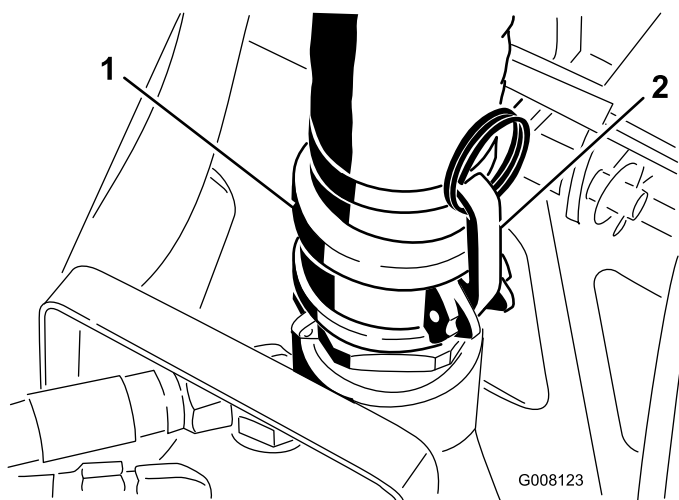

図 13
3. ラッチを解除し、吐出ホースをポンプから外す (図 13)。
15. 吐出ホースをポンプに接続してラッチで固定する（図 13）。